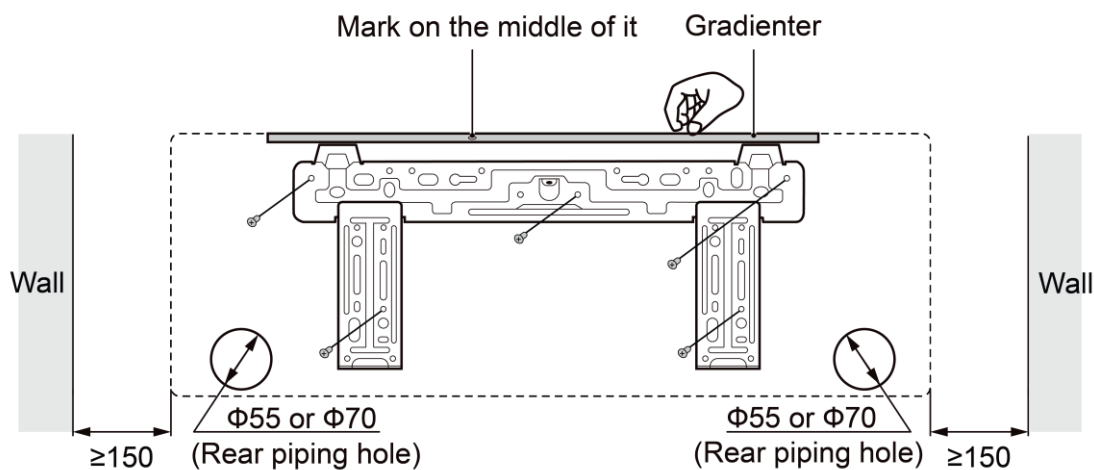

Fig. 4.2
- (1) Determinare la posizione orizzontale mediante prove di posizionamento e relativa misurazione con la livella; poiché il tubo di scarico si trova sul lato sinistro, è necessario che il pannello posteriore sia leggermente abbassato su quel lato.
- (2) Fissare il pannello posteriore alla parete mediante bulloni.
- (3) Dopo aver installato il pannello posteriore, strattinarlo per controllare che sia sufficientemente saldo. La portata del pannello di aggancio corrisponde al peso di una persona adulta (60 kg); il carico deve essere ripartito pressoché uniformemente sui quattro bulloni.
- (4) Il diametro del tubo illustrato in Fig. 4.2 è di 55 mm o 70 mm.
- (1) Praticare il foro per le tubazioni (Φ 55 mm o Φ 70 mm) nella parete leggermente più in basso rispetto al lato esterno. Per determinare il centro del foro fare riferimento alla Fig. 4.2.
- (2) Inserire il manicotto nel foro per evitare che i tubi di collegamento e i cavi vengano danneggiati nel passaggio attraverso il foro.